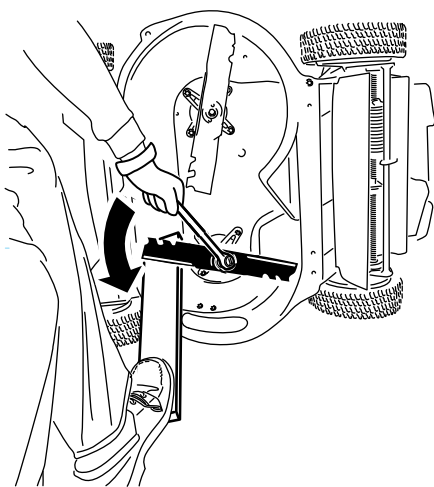

Figura 43
1. Utilize um calço de madeira para segurar cada lâmina e rode o parafuso da lâmina no sentido contrário ao dos ponteiros do relógio como se mostra na Figura 43.